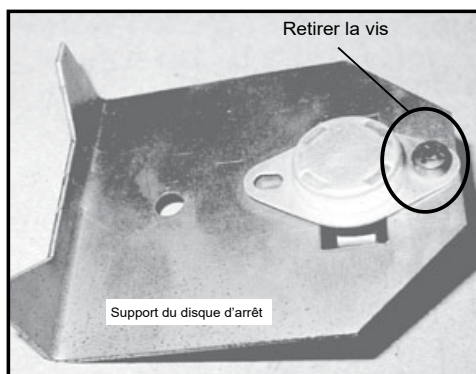

Figure 23.1
6. Avec un tournevis à tête cruciforme n° 2, retirez les vis maintenant le disque d'arrêt au support. **Figure 23.1 à la page 23.**